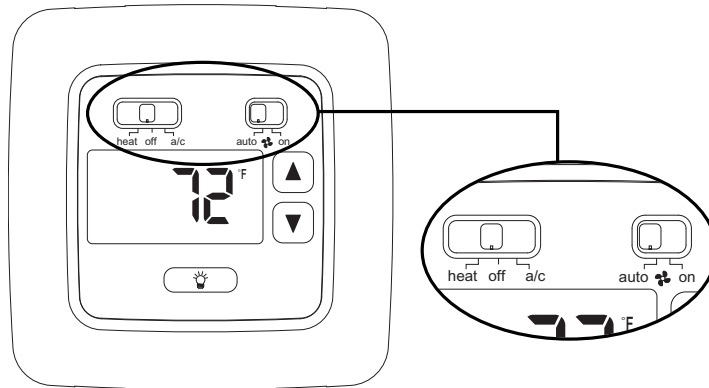

Figura 2
2. Coloque el interruptor HEAT-OFF-A/C en la posición de apagado, OFF (Figura 2).
3. Coloque el interruptor AUTO  ON en la posición AUTO (Figura 2).